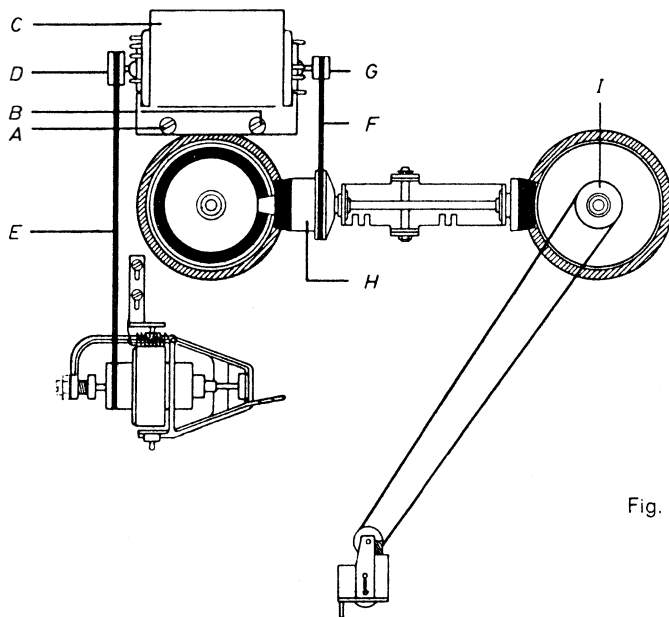

Fig. 12
Replacing the motor (see Fig. 12)
2.91 Replacing the Fast Forward/Rewind Driving Belt (see Fig. 12)
2.92 Replacing the Driving Belt of the Flywheel (see Fig. 12)
Echange du moteur (voir fig. 12)
2.91 Echange de la courroie pour le défilement accéléré en avant et en arrière (voir fig. 12)
2.92 Echange de la courroie entre la poulie du moteur et le volant (voir fig. 12)
Recambio del motor (véase fig. 12).
2.91 Recambio de la correa para el avance y retroceso rápido (véase fig. 12)
2.92 Recambio de la correa del volante (véase fig. 12)